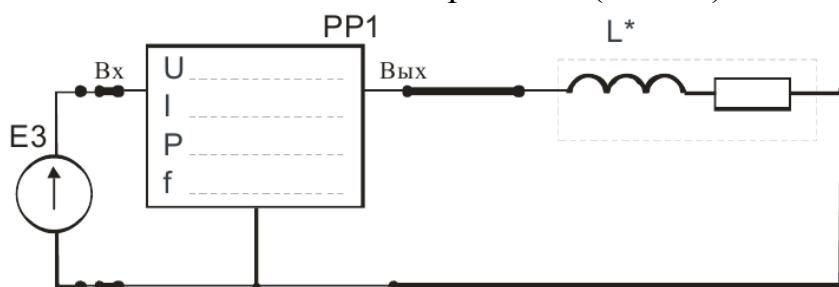

Рис. 3
2.4. Для определения параметров реальной катушки индуктивности собрать схему по рис. 3. В качестве исследуемой катушки L^* использовать катушки $L1$, $L2$ стенда или их последовательное соединение ($L1+L2$) в соответствии с заданным вариантом (табл. 3).